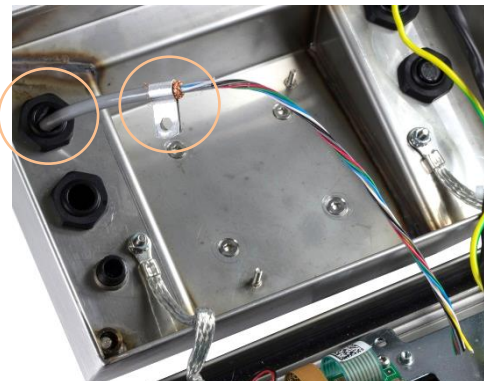

Figure 2-31 : Câble du capteur pénétrant dans l'enceinte de l'IND236 avec le serre-câble de mise à la masse sur le châssis
17. Le câble du capteur est dirigé dans l'enceinte à travers le presse-étoupe indiqué sur la Figure 2-31.
20. Positionnez le serre-câble de mise à la masse fourni en même temps que le terminal par-dessus le blindage exposé (reportez-vous à la Figure 2-31).